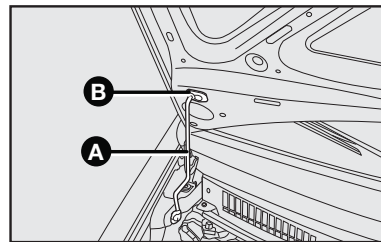

fig. 104
- 4) introduzir a extremidade da vareta **A** na abertura **B** do capô do motor **fig. 104**.
- 1) manter levantado o capô com uma mão e, com a outra, tirar a vareta **A-fig. 104** da abertura **B** e repô-la no seu dispositivo de bloqueio;